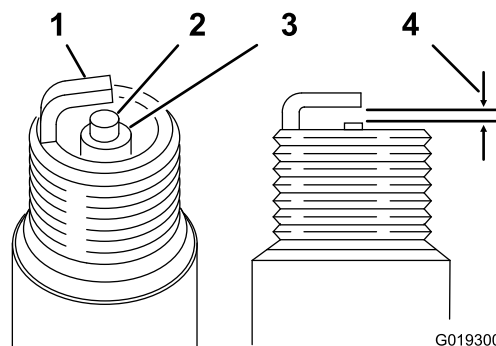

Рисунок 45
4. Установите на каждой свече зажигания зазор 0,76 мм между средним и боковым электродами; см. Рисунок 45. Установите все свечи зажигания с отрегулированным зазором в уплотнительную прокладку, затяните свечи с моментом 22 Н·м.